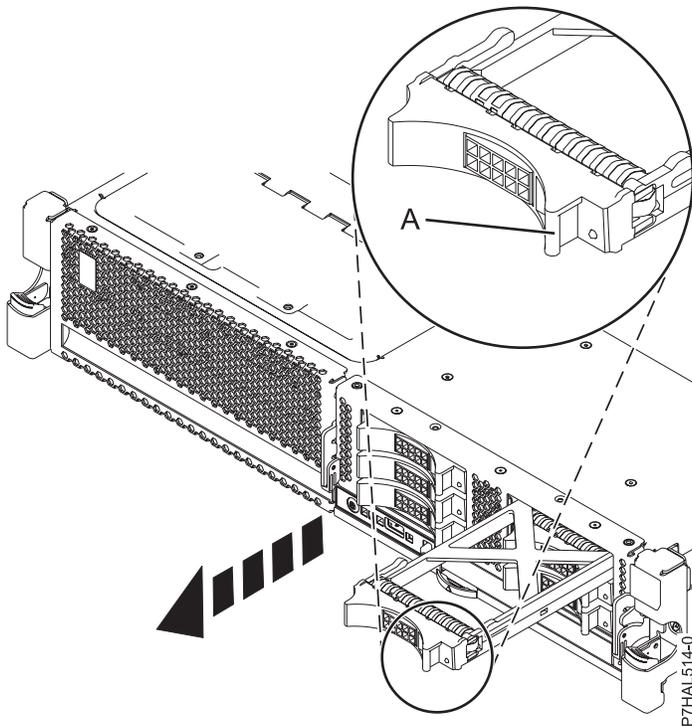

Figura 59. Extracción del panel de relleno de una unidad de disco
3. Sostenga el asa (**A**) del panel de relleno de la unidad de disco y extráigalo de la ranura, como se muestra en Figura 59 en la página 102.